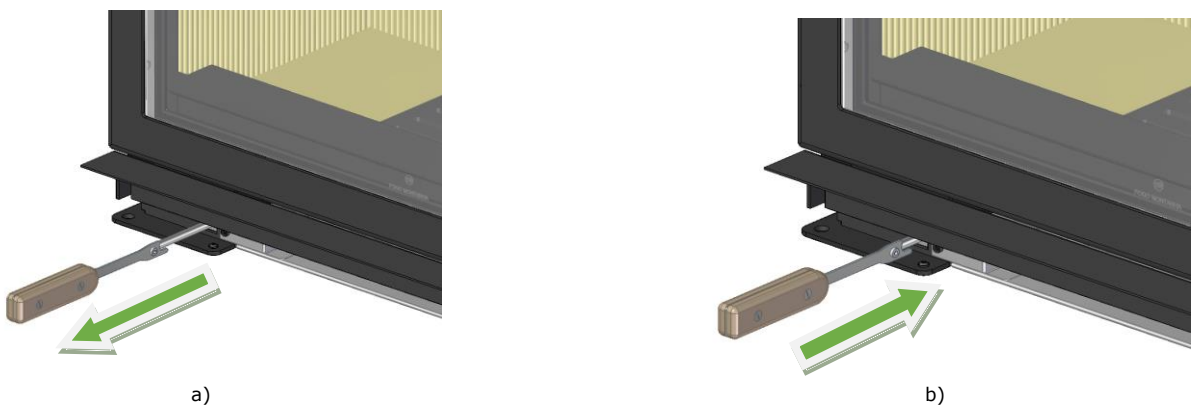

**Figura 24 – Tornillo de bloqueo de la tapa del ventilador de aire caliente por convección.**
**NOTA:** Si pretende utilizar el regulador de aire caliente por convección del ventilador, antes de instalar la unidad, debe apretar el tornillo de bloqueo para permitir que se desbloquee el funcionamiento de la aleta, véase la Figura 24.